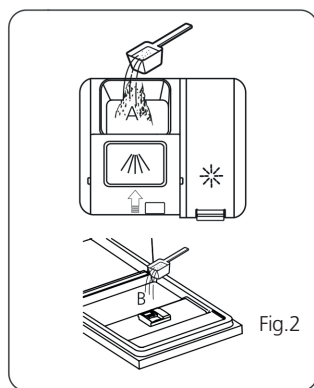

Fig.2
Fig. 2 - Adicione detergente em pó ou pastilha no dispenser de detergente (A) para a lavagem. Para melhores resultados de limpeza, especialmente quando você tiver utensílios muito sujos, adicione uma pequena quantidade de detergente na porta (B). O detergente adicional será ativado durante a pré-lavagem.